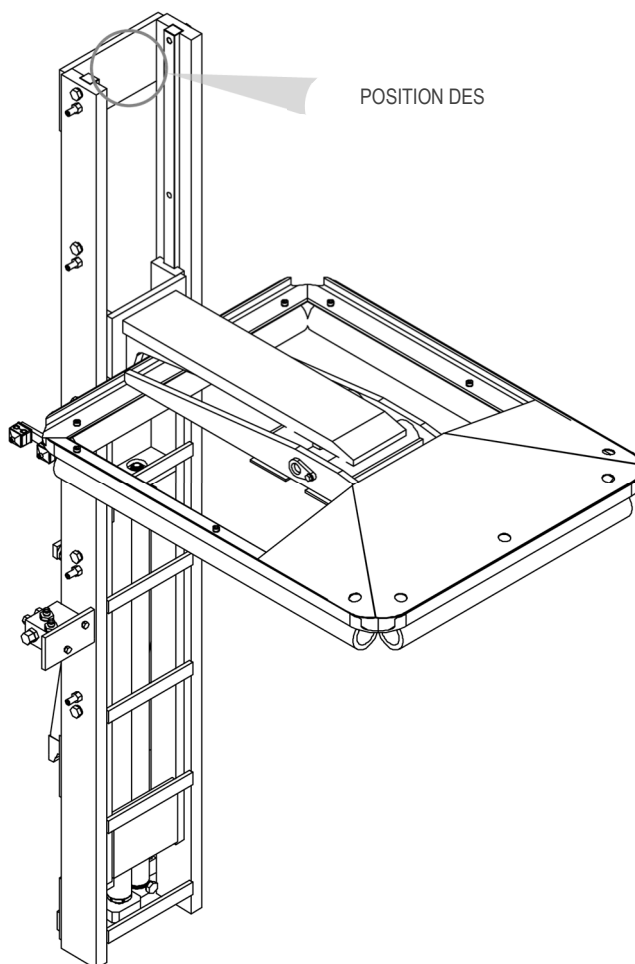

Abbildung 1
Alle Geräte A.T.I.B. – „LASTHALTER TYP 951“ werden durch ein Klebeschild (siehe *Tabelle 1*) am Gerät gekennzeichnet (siehe *Abbildung 1*; die Position des Typenschilds kann je nach Gerät variieren). Achten Sie immer auf die Seriennummer.
5. Verwenden Sie für die Handhabung Riemen oder Ketten, die entsprechend dem auf dem Typenschild angegebenen Gewicht des Geräts bemessen sind (siehe *Abbildung 1* und *Tabelle 1* auf Seite 5).
9. Schließen Sie den Hydraulikkreislauf an und stellen Sie sicher, dass der Betriebsdruck der Rohrleitungen höher oder gleich dem auf dem Typenschild angegebenen ist (siehe *Abbildung 1* und *Tabelle 1* auf Seite 5).